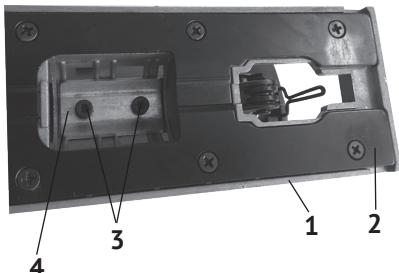

рис.2
2.2.5 Установка угла наклона опорной плиты лобзика (см. рис.2):
- ослабить два винта крепления (рис.2 поз.3) опорной плиты к корпусу шестигранным ключом;
- сдвинуть опорную плиту (рис.2 поз.1) немного назад;
- сдвинуть плиту вперёд, до фиксации планки (рис.2 поз.4) в одной из трёх выемок механизма поворота (одно фиксированное положение – 15° поворота);